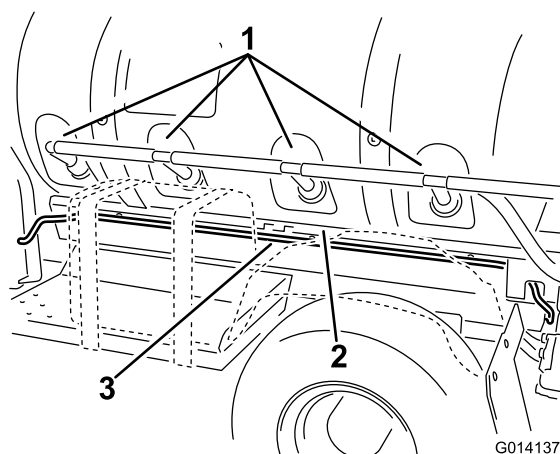

Рисунок 15
2. Проложите жгут вперед, вдоль рамы бака на полозьях и под отверстиями для перемешивания, к блоку аккумулятора (Рисунок 15). Прикрепите жгут к раме тремя пластиковыми хомутами.